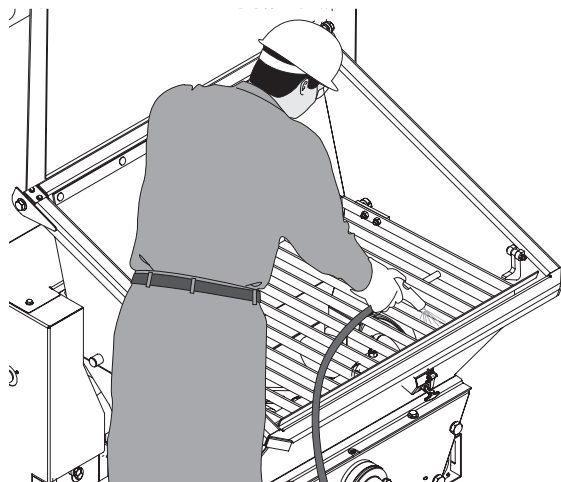

Figura 25
- Rocíe agua adentro de la tolva desde arriba de la rejilla de la tolva (Figura 25).
- Mantenga girando el agitador hasta que las hojas se limpien con el rociado (Figura 25). Lave el material de la tolva sacándolo por la puerta de limpieza en la parte inferior.